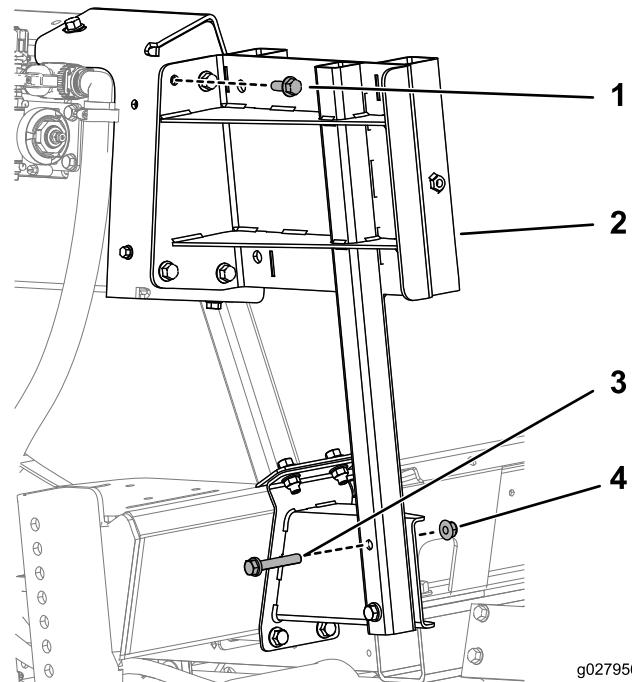

图5
4. 使用 4 个 3/8~16 x 1 英寸的 GR5 螺栓、2 个 3/8~16 x 2 1/4 英寸螺栓和 6 个 3/8~16 英寸凸缘螺母将软管卷架支撑托架固定到上下支架上, 如图5 中所示。